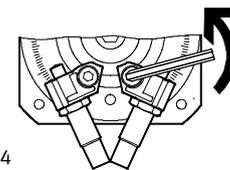

Fig. 14
- Lossa fästskruvarna för dämparfästena (Fig. 14). För att flytta dämparfästena räcker det med att lossa fästskruvarna tills fästena precis går att flytta.